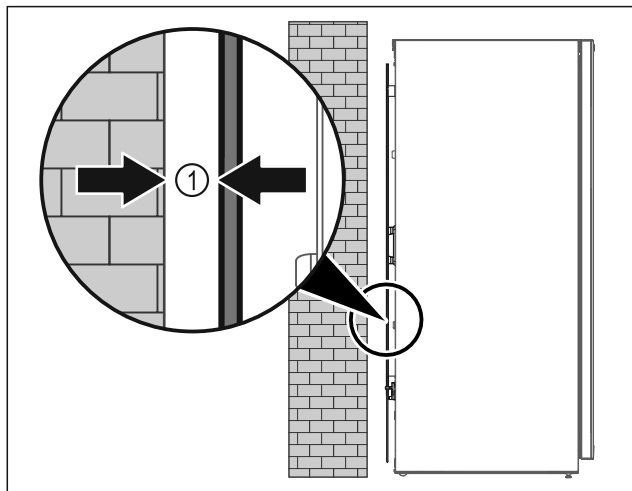

Fig. 7
- ▶ Aparat postavite na poljubno mesto v prostoru ali neposredno ob steno z minimalnim odmikom 5 mm Fig. 7 (1).